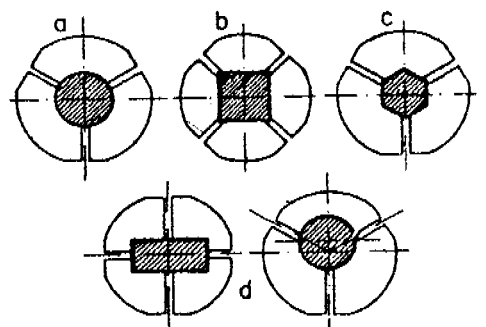

Figura 3
**Pinzas para barras ( Figura 3 )**